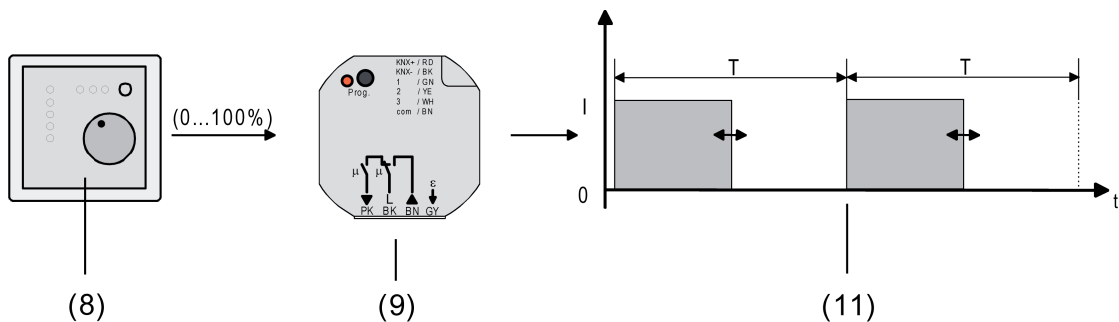

Bild 38: Stellgrößenprinzip bei stetiger Stellgröße
- (8) Raumtemperurregler (RTR) (Stellgröße "1 Bit")
- (9) Kombiaktor Jalousie und Heizung
- (10) Schaltendes Ausgangssignal für Ventilantriebe
Das über das 1 Byte Objekt "Stellgröße" empfangene Werttelegramm wird im Normalbetrieb durch das Gerät in ein äquivalentes pulswidenmoduliertes Schaltsignal an den Ventilausgängen umgesetzt (Bild 38). Der aus dieser Modulation resultierende Mittelwert des Ausgangssignals ist unter Berücksichtigung der im Gerät einstellbaren Zykluszeit (T) ein Maß für die gemittelte Ventilstellung des Stellventils und somit eine Referenz für die eingestellte Raumtemperatur (siehe "Pulsweitenmodulation bei stetigen Stellgrößen und stetigen Soll-Ventilpositionen").